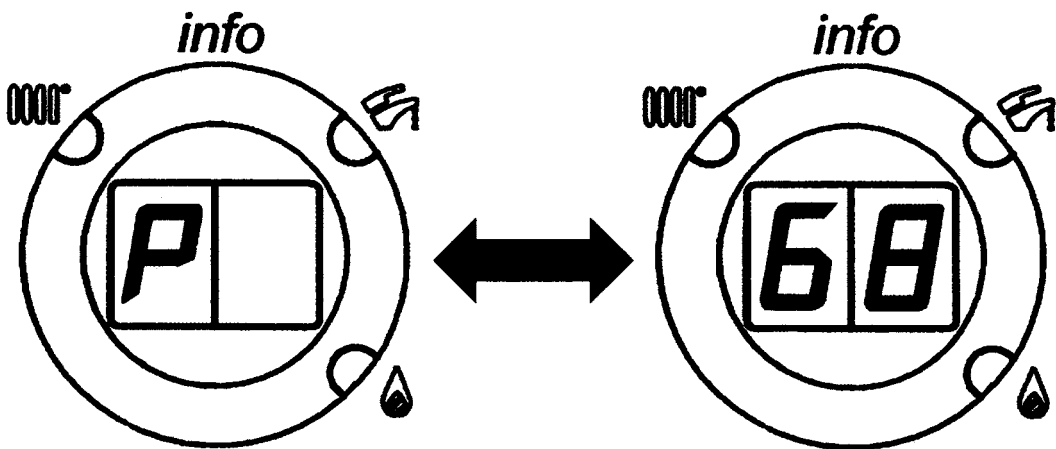

Fig. 30
**Note: In “calibration mode”, the display alternates between the message “P” and the boiler output temperature about every 5 seconds (figure 30).**
**Remarque :** lorsque la fonction “tarage” est lancée, l'afficheur visualise le message “P” suivi, par intervalles de 5 secondes, de la valeur de la température de départ de la chaudière (figure 30).